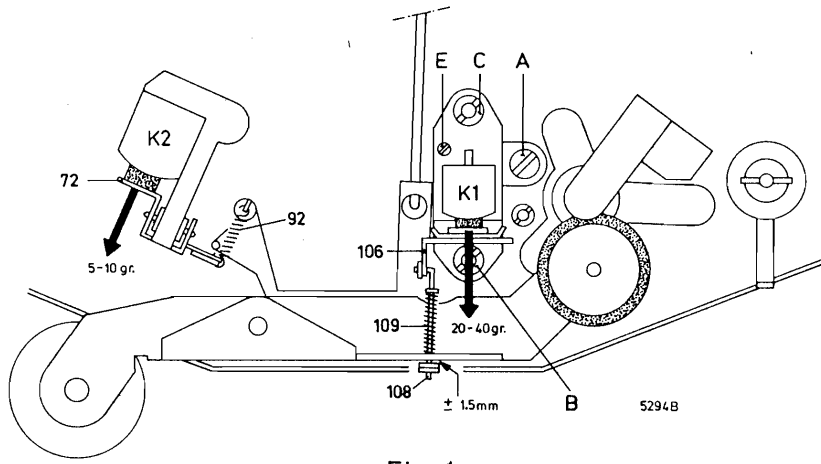

Fig. 1
- Sur les appareils portant la marque WR09/303 et les suivants, les comparateurs de tension de bande 84 sont pourvus d'amortisseurs. Ceux-ci se composent de deux disques en plastique entre lesquels il a été inséré du liquide silicone. Pour ce qui est des numéros de code des nouvelles pièces et de l'ordre de succession du montage, voir fig. 1.